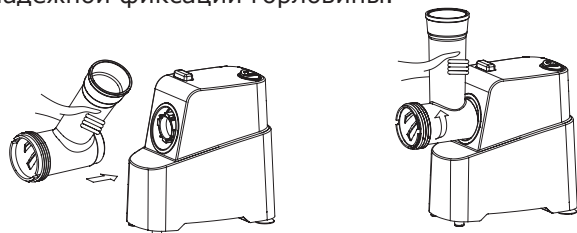

рис. 1
1. Удерживая кнопку фиксатора горловины, плотно вставьте горловину в гнездо для её установки, затем поверните горловину против часовой стрелки, как указано на рис. 1, до фиксации. Отпустите кнопку фиксатора, убедитесь в надежной фиксации горловины.